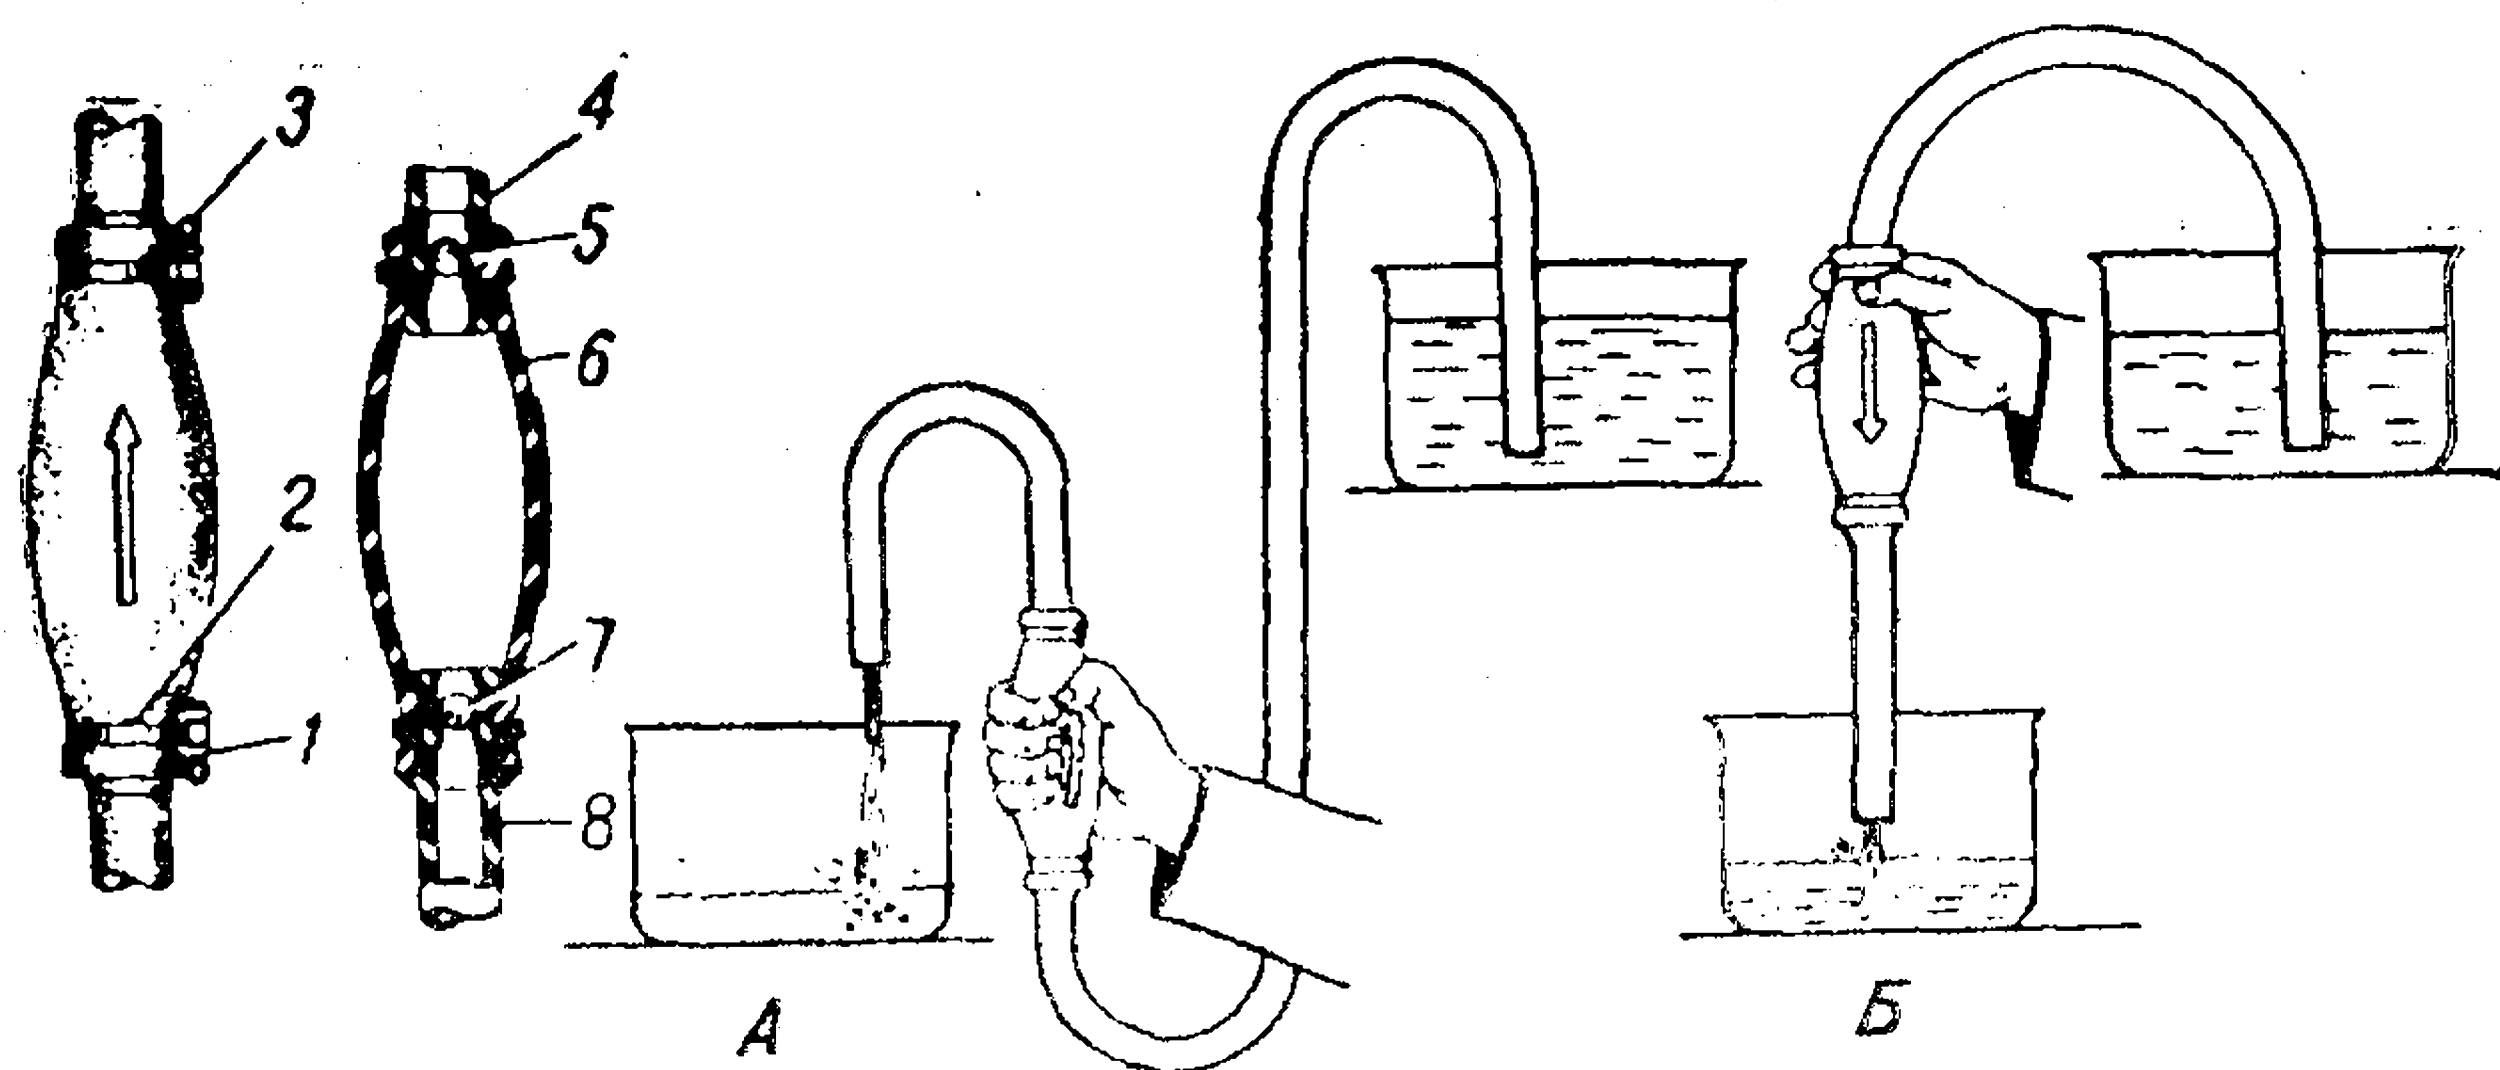

Рис. 82. Насос для переливания бензина:
Для переливания или перекачивания бензина с помощью насоса (рис. 82) следует:
2. Привести насос в действие нажатиями баллона рукой и отпуская его (рис. 82А).
3. Как только бензин потечет, перевернуть баллон острием стрелки вниз. Нажатия на баллон прекратить, и бензин потечет самотеком (рис. 82Б).